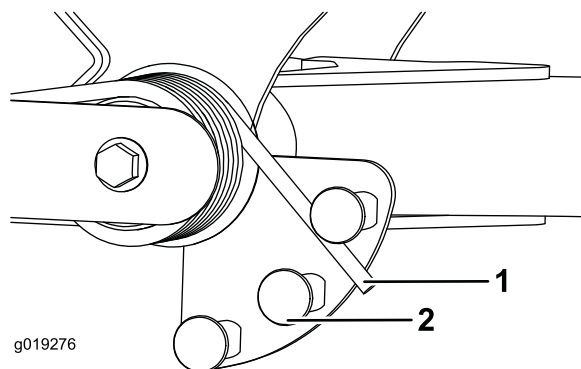

Figura 53
2. Inserite un tubo o un oggetto simile sull'estremità della molla lunga e giratelo attorno all'attuatore della molla nella posizione desiderata (Figura 53).